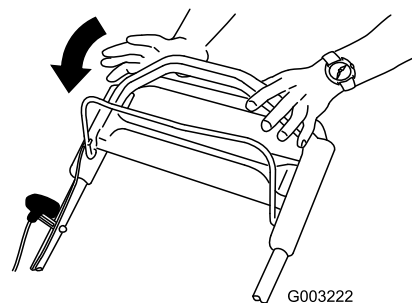

Bild 22
1. Lassen Sie den Schaltbügel los (Bild 22).